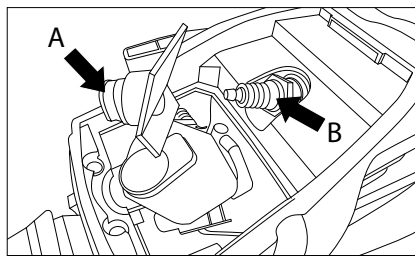

Рис. 25
2. Отсоедините высоковольтный кабель от свечи зажигания (A) (рис. 25).
3. Выкрутите свечу зажигания (B) с помощью специального ключа для свечей. НЕ ИСПОЛЬЗУЙТЕ НИКАКОЙ ДРУГОЙ ИНСТРУМЕНТ.